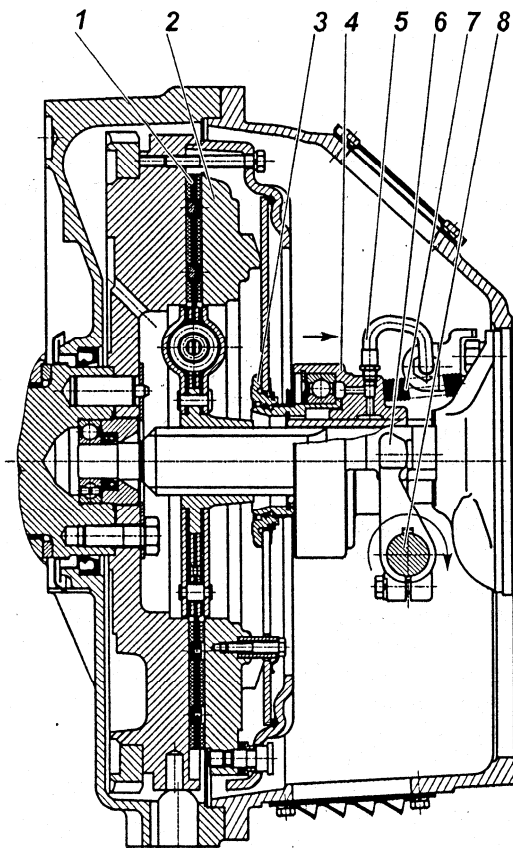
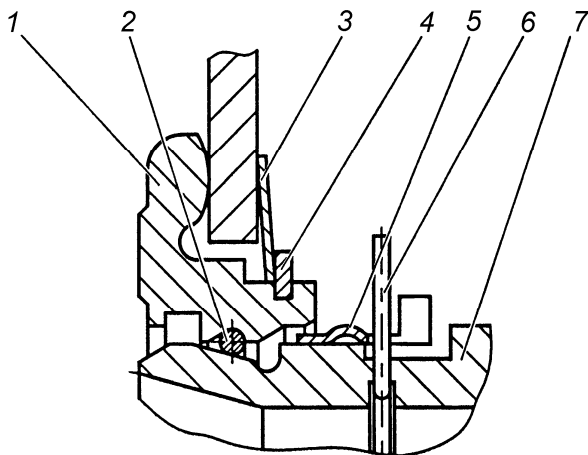

Рис. 91. Сцепление:
Рис. 93. Запорное устройство:
Диафрагменное сцепление (рис. 91) состоит из ведущих и ведомых частей, а также деталей механизма выключения сцепления, устанавливаемых в картер сцепления.
Механизм выключения сцепления состоит из муфты 4 (рис. 91) с подшипником, вилки 6 и валика 8. Муфта соединена через упорное кольцо 3 с диафрагменной пружиной с помощью запорного устройства.
Оттяжная пружина 7 (рис. 91) исключает проворот и осевые перемещения втулки 7 (рис. 93) относительно упорного кольца 1 (рис. 93). По мере износа фрикционных накладок муфта выключения сцепления 4 (рис. 91) перемещается вместе с пружиной в сторону маховика, при этом конструкция привода выключения сцепления автомобиля или другого транспортного средства обеспечивает поворот вилки 6 (рис. 91) по часовой стрелке после выбора зазора между лапками вилки и муфтой за счет периодической регулировки привода или постепенный поворот за счет конструкции гидропривода.
Конструкция запорного устройства показана на рис. 93. Она включает в себя упорное кольцо 1, втулку подшипника муфты 7 с фасонной канавкой, пружинное кольцо 2 круглого сечения, а также замковое кольцо 5. Упорное кольцо 1 устанавливается на диафрагменную пружину при сборке нажимного диска с кожухом и удерживается за счет пружинной шайбы 3 и стопорного кольца 4. На рисунке муфта заперта (соединена) с упорным кольцом. Внутри втулки подшипника муфты 7 установлено предохранительное кольцо 6, имеющее снаружи выступающий ус, препятствующий случайному рассоединению муфты выключения сцепления и упорного кольца 1.
Выключение сцепления обеспечивается поворотом вала по часовой стрелке. Допустимое направление перемещения муфты и поворота вала для выключения сцепления показано на рис. 91 стрелками. Перемещение муфты и поворот вала в обратном направлении не допустимо.
- 5 С помощью специальной оправки сцентрировать кольцо 3 (рис. 91) относительно оси коленчатого вала двигателя.
- 2 Убедиться что муфта выключения сцепления отведена до упора в крышку подшипника первичного вала коробки передач пружиной 7 рис. 91.
Проверка качества установки сцепления (отсутствие "ведения", контроль величины крутящего момента на валу вилки) осуществляется на неработающем двигателе. Для этого необходимо повернуть вал вилки на угол $9^{\circ}30' \dots 11^{\circ}$ по часовой стрелке, что соответствует перемещению муфты на 11...13 мм от двигателя. При этом выходной вал коробки передач, при включенной передаче, должен вращаться при приложении крутящего момента не более 5 Н·м (0,5 кгс·м). Поворот вала вилки выключения сцепления по часовой стрелке показан на рис. 91.
- 4 Совместить полукруглый паз на муфте выключения сцепления в передней ее части с выступающим усом предохранительного кольца 6 (рис. 93) и, утопив его каким-либо предметом, удерживать в утопленном положении через центральное отверстие муфты выключения сцепления.